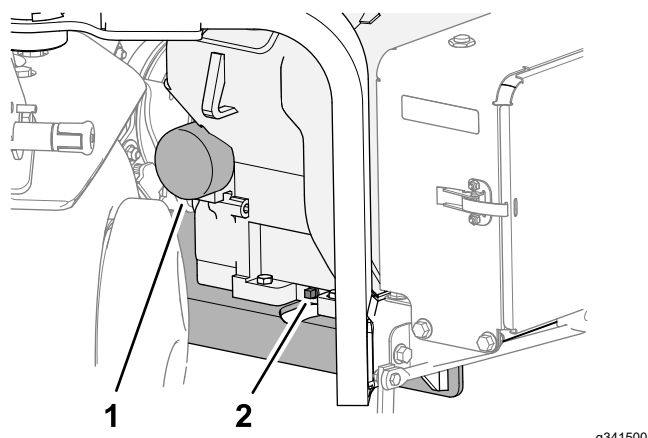

Figura 161
3. Aezai o tavă sub buonul de golire a uleiului și scoateți buonul (Figura 161).
1. Aezai o tavă de golire sub filtru și îndepărtați filtrul (Figura 161).
6. Introduceți filtrul de ulei pe adaptorul filtrului până când garnitura intră în contact cu adaptorul filtrului (Figura 161), apoi strângeți filtrul cu încă o ½ de tură.